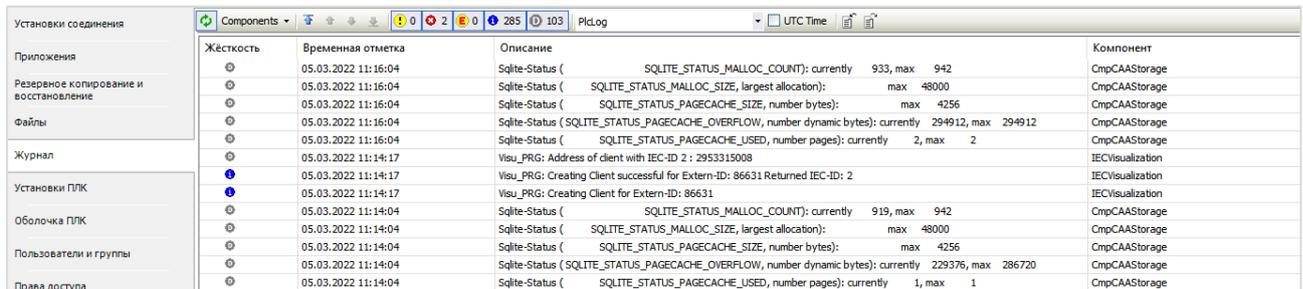

Рисунок 7.30 – Диагностика памяти sqlite в журнале CODESYS
- **Период диагностики, сек** – период вывода в журнал контроллера диагностической информации (класса **Debug**) о памяти, используемой приложением **sqlite** (см. рисунок 7.30).